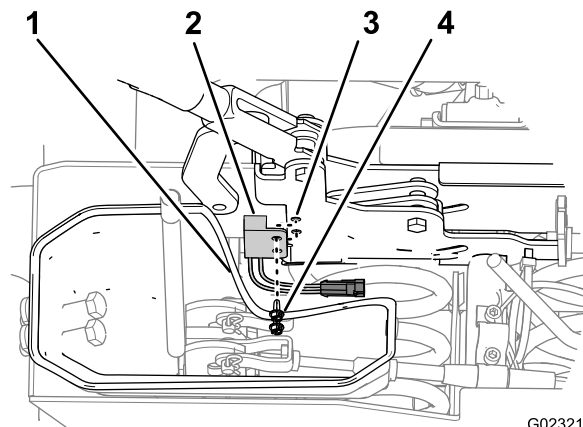

Figure 13
1. Écartez le soufflet inférieur du levier sélecteur du côté gauche du frein de stationnement (Figure 13).
2. Alignez les trous dans le contacteur de frein de stationnement et les trous dans le côté gauche du frein de stationnement (Figure 13).
3. Fixez le contacteur au frein au moyen des 2 vis à embase à tête hexagonale (Figure 13).